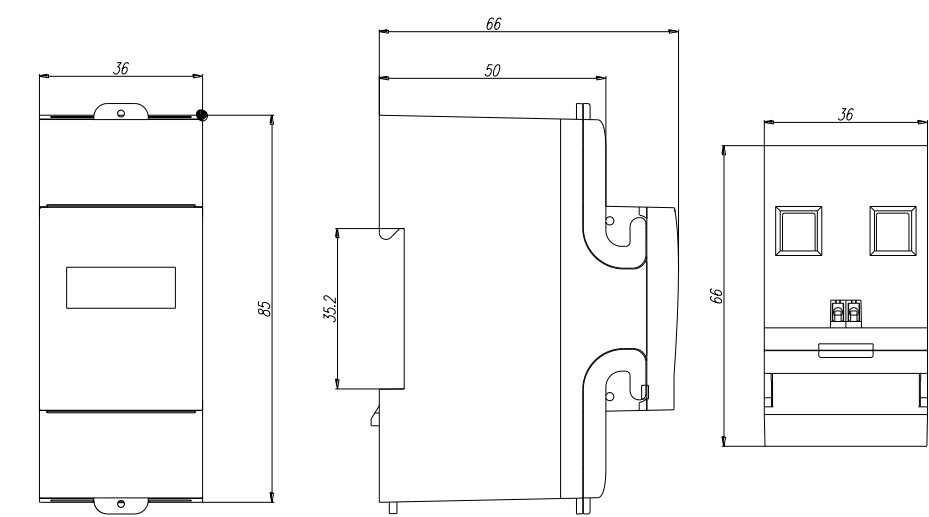

图 6 DDSU666 外形及安装尺寸图
6.1 DDSU666、DDSU666-C 外形尺寸：36mm×85mm×66mm；导轨安装尺寸：35mm，外形及安装尺寸图如图 6 所示：